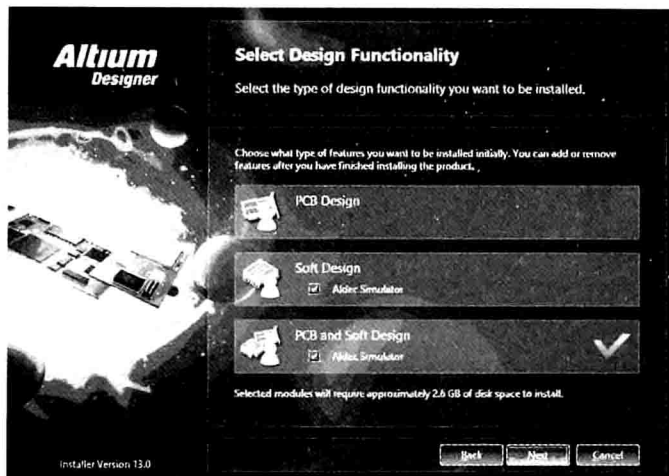

图 1-5 选择安装组件
**步骤 05** 选择安装组件，保持默认，单击 Next 按钮，如图 1-5 所示。